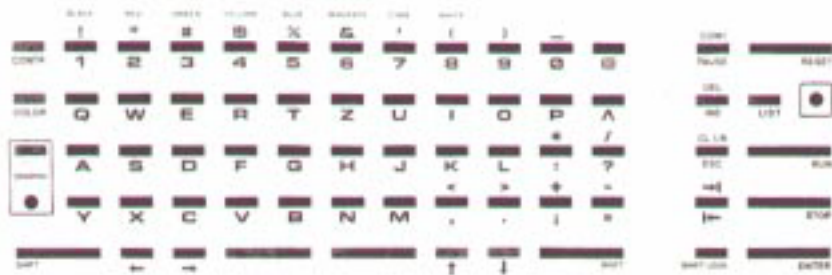

Bild 5
Die Tastatur (11) des Kleincomputers besitzt 65 Tasten zur Eingabe von Buchstaben, Ziffern, Sonderzeichen, Grafiksymbolen und Sonderfunktionen, die schreibmaschinenähnlich angeordnet sind (Bild 5).
Wird die Taste [SHIFT LOCK] gedrückt, wird bei allen weiteren Eingaben das obere Tastensymbol wirksam. Durch ein weiteres Drücken von [SHIFT LOCK] wird wieder das untere Symbol gültig. Die unbeschrifteten Tasten in der unteren Tastenreihe sind Leertasten, auch SPACE-Tasten genannt (siehe Bild 5). Wird eine dieser Tasten betätigt, so wird ein Leerzeichen ausgegeben, und der Cursor rückt eine Position weiter.